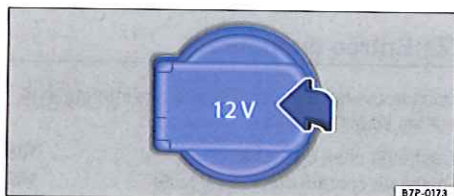

Fig. 135 Dans le coffre à bagages : cache de prise de courant.
Ouvrez le cache \Rightarrow fig. 134 ou \Rightarrow fig. 135 en le tirant dans le sens de la flèche.
- Dans le coffre à bagages ⇒ fig. 135.